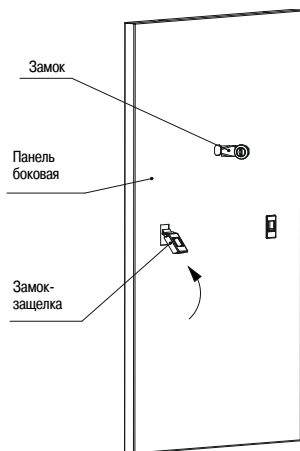

Рисунок 8 – Закрепление замка в панели боковой
4.3.1 Извлеките из третьего места панели боковые. Вставьте в прямоугольные отверстия панелей замки-защёлки. Вставьте в отверстие панелей замки, предварительно скрутив гайки. Проверьте правильность установки замков. При правильной установке язычки замков переводятся в положение «закрыто» сверху вниз. Закрепите замки на панелях гайками (рисунок 8).